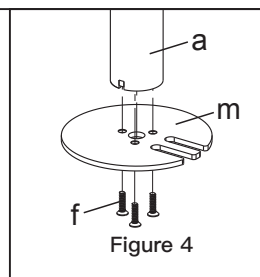

Figure 4
1. Installez la plaque de base à oeillet (m) au poteau (a) en utilisant 3 pièces de M5 x 14 boulons (f). Et serrez-les à l'aide de clé Allen (o) selon figure 4.